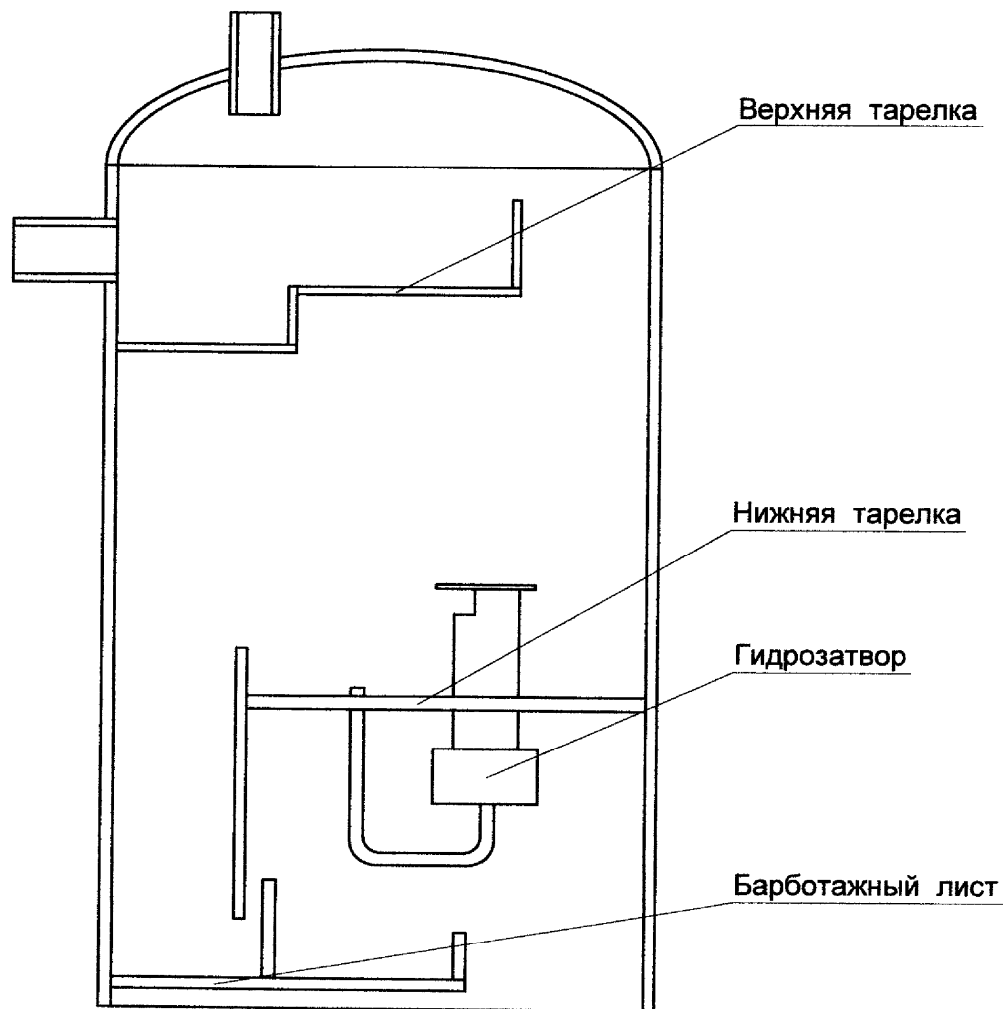

Рис. 3
**В деаэраторе применена двухступенчатая схема дегазации: первая ступень - струйная, вторая - барботажная, причем, обе ступени размещены в деаэрационной колонке (см. рис. 3).**